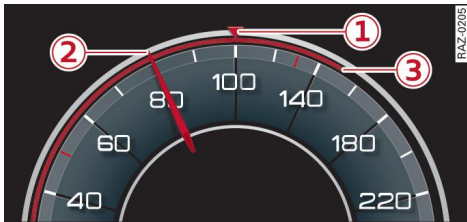
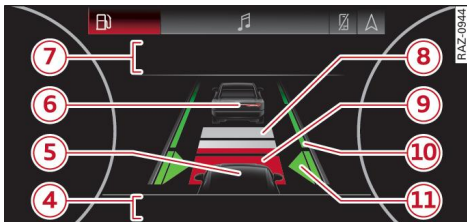

Fig. 103 Cuadro de instrumentos: Indicación en el velocímetro
Fig. 104 Cuadro de instrumentos: Indicación de la asistencia al conductor
La situación de conducción y los ajustes se muestran en el cuadro de instrumentos ⇒ *fig. 103*. En la indicación de la **asistencia al conductor** ⇒ *fig. 104* encontrará información más detallada sobre el sistema. Las indicaciones dependen del país y del equipamiento.
- Pulse la tecla **SET** ②. La velocidad ajustada se indica con una marcación en el velocímetro ① ⇒ *pág. 154, fig. 103* y se muestra en el cuadro de instrumentos ⇒ .
Se puede ajustar cualquier velocidad entre 20 km/h y el máximo rango disponible de velocidad ③¹⁾ ⇒ *pág. 154, fig. 103.*
- Para aumentar/reducir la velocidad ajustada de forma continuada, mantenga la palanca en dirección a / hasta que la marca en el velocímetro ⇒ *pág. 154, fig. 103* alcance la velocidad deseada.
- Para conectar/desconectar la disponibilidad del guiado por carril, pulse brevemente la tecla ① dispuesta en la palanca de los intermitentes.
La disponibilidad del guiado por carril se le muestra en la indicación de la **asistencia al conductor** con flechas ① ⇒ pág. 154, fig. 104 y mediante testigos de control ⇒ pág. 154.